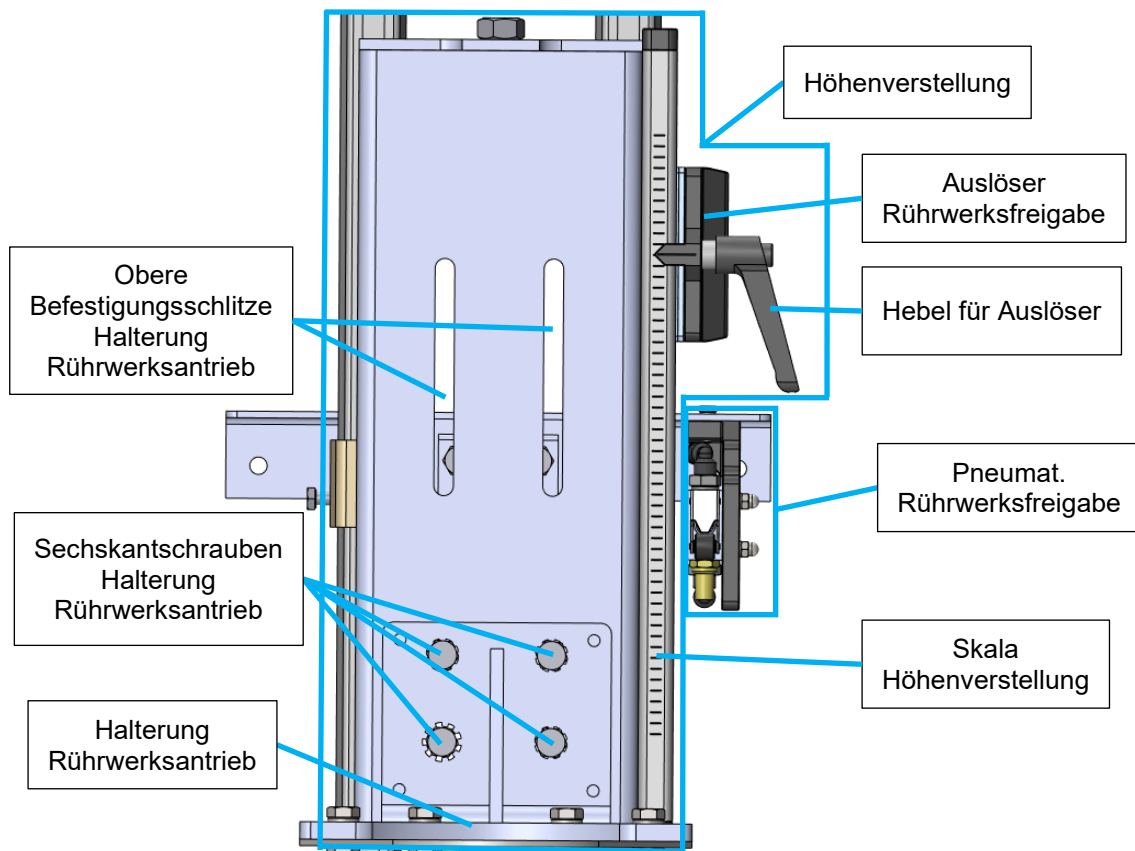
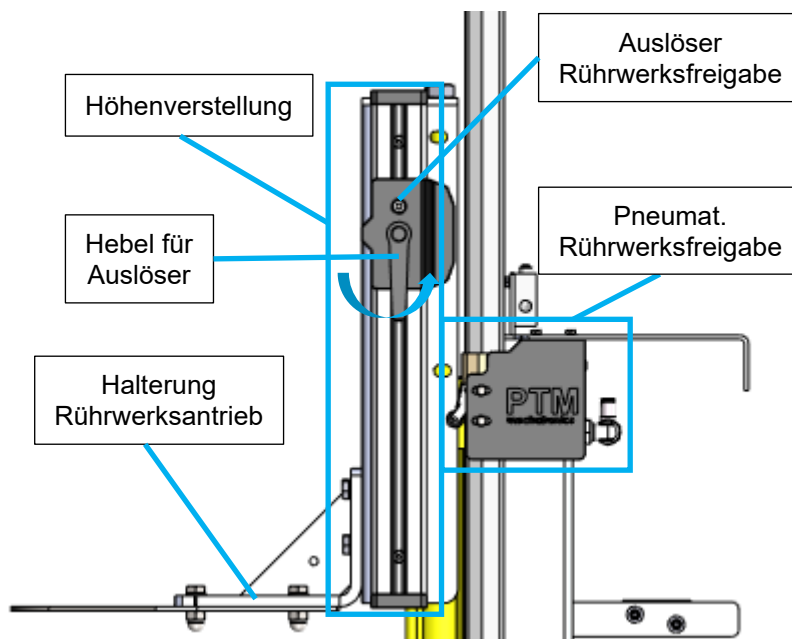

Abbildung 12: Höhenverstellung Vorderansicht
Abbildung 13: Höhenverstellung Seitenansicht
2. Stellen Sie den Auslöser für die Rührwerksfreigabe auf den untersten Punkt der Skala (Abbildung 12; Abbildung 13).
- a. Drehen Sie dafür den Hebel des Auslösers (Abbildung 12; Abbildung 13) gegen den Uhrzeigersinn (Abbildung 13 in Pfeilrichtung).
- b. Schieben Sie den Auslöser (Abbildung 12; Abbildung 13) entlang der Skala bis zum Anschlag nach unten.
- c. Schließen Sie den Hebel des Auslösers wieder (Abbildung 12; Abbildung 13) entgegen der Pfeilrichtung) und vergewissern Sie sich, dass der Hebel fest geschlossen ist.
3. Fahren Sie nun die Station so weit hinunter, bis der Auslöser die Rührwerksfreigabe aktiviert (Abbildung 12; Abbildung 13).
- i. Lösen Sie die vier Sechskantschrauben bei gleichzeitigem Kontern der Muttern auf der Rückseite der Halterung (Abbildung 12).
- ii. Schieben Sie die Halterung des Rührwerksantriebs nach oben. Sollte die verfügbare Distanz der unteren Befestigungsschlitze (nicht abgebildet) nicht ausreichen, montieren Sie die Halterung in den oberen Befestigungsschlitzen (Abbildung 12).
- i. Entweder Sie verfahren den Auslöser für die Rührwerksfreigabe die entsprechende Distanz nach oben (Abbildung 12; Abbildung 13) ...
- ii. ... oder Sie verfahren die Halterung des Rührwerksantriebs in den oberen/unteren Befestigungsschlitzen nach unten (sofern die Halterung nicht bereits am untersten Punkt der unteren Befestigungsschlitze montiert ist) (Abbildung 12).
5. Sobald Sie die Einstellungen für Ihre längste Rührwelle abgeschlossen und die **Punkte 4.a.i. und 4.a.ii.** berücksichtigt haben, markieren Sie sich die Position des Auslösers auf der Skala sowie die Position der Halterung für den Rührwerksantrieb (Abbildung 12; Abbildung 13).